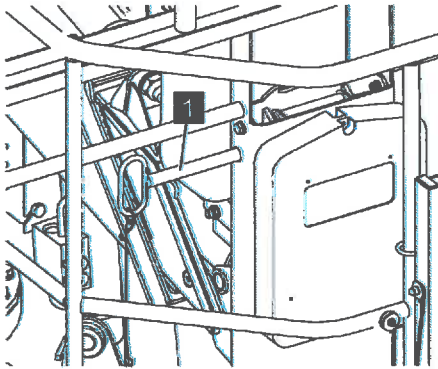

Abb. 72: Befestigungsbolzen herausziehen
5. Den Befestigungsbolzen (Abb. 72/1) herausziehen.